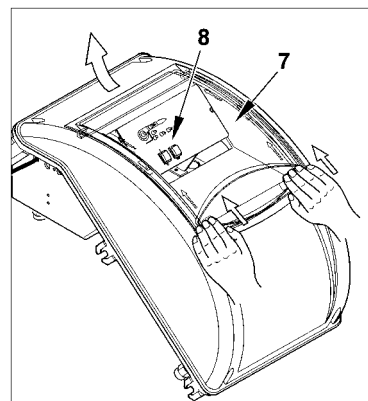

Рисунок 4
- 4) Для закрытия крышки электрического щита, закрутите 4 винта (1), используя момент затягивания, равный приблизительно 5 Нм, для обеспечения правильного уплотнения. Теперь можно получить доступ к панели управления (8), отцепивая прозрачное окошко (7) лёгким надавливанием руки в направлении стрелок, как указано на рис. 4. Подождите, пока окошко немного продвинется, после чего отделите его от крышки.